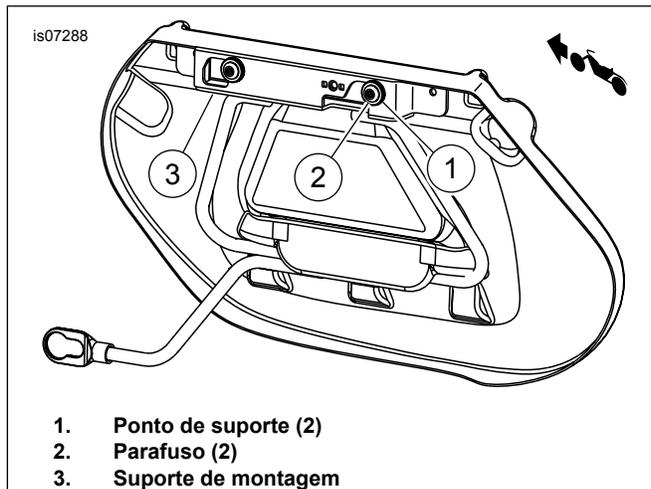

Figura 2. Marque os locais de perfuração
- d. Veja Figura 2. Insira os pontos de suporte no suporte de montagem. Insira um parafuso através do ponto de suporte (8) e do alforje para posicionar o suporte corretamente.